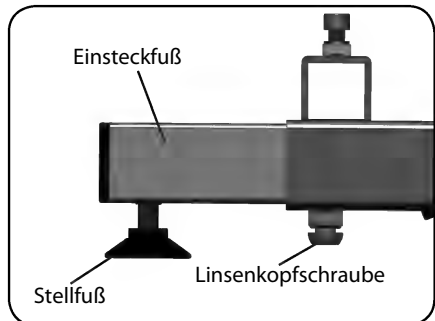

Abb. 6.7.04 - aks-B4c mit montierten Einsteckfüßen
8. Stecken Sie die Einsteckfüße in die vier Öffnungen des Unterrahmens (Abbildung 6.7.04).
10. Schrauben Sie nun die mitgelieferten Linsenkopfschrauben M10 x 55 ein und ziehen Sie diese mit dem Inbusschlüssel an (Abbildung 6.7.04).